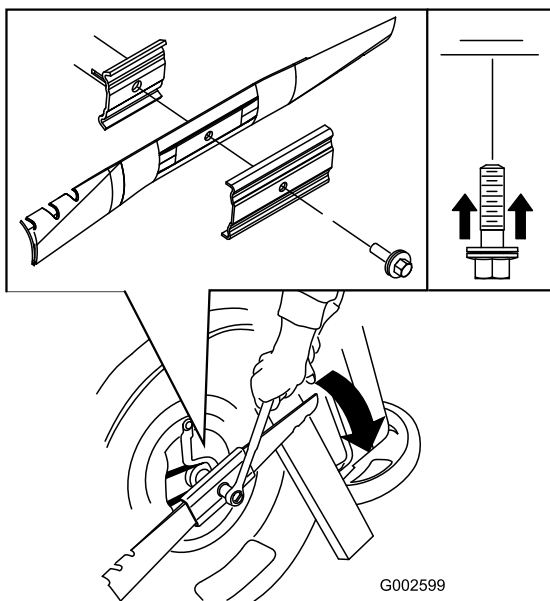

Figura 32
5. Montate la lama nuova (ruotate il bullone della lama in senso orario) e tutti gli elementi di fissaggio (Figura 32).